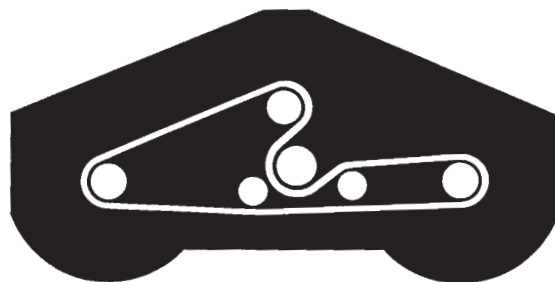

Fig. 23
5. Dra den nya remmen runt spindelskivorna och genom mellanremskivan i enlighet med fig. 23.